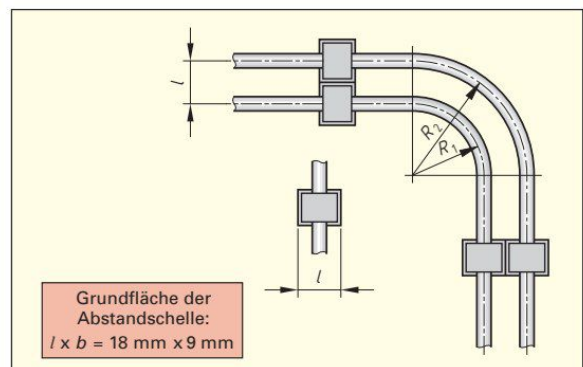

Bild 3: Leitungsbögen bei parallel geführten Leitungen
9. In einer Elektroinstallation werden zwei waagerecht parallel geführte Mantelleitungen gebogen (Bild 3). Innen verlegt ist eine Mantelleitung NYM 5 x 2,5 mm², außen verlegt ist eine Mantelleitung NYM 4 x 1,5 mm². (Leitungsdurchmesser Tabelle 5, Seite 176). Welche Mindestbiegeradien R_1 und R_2 sind einzuhalten?